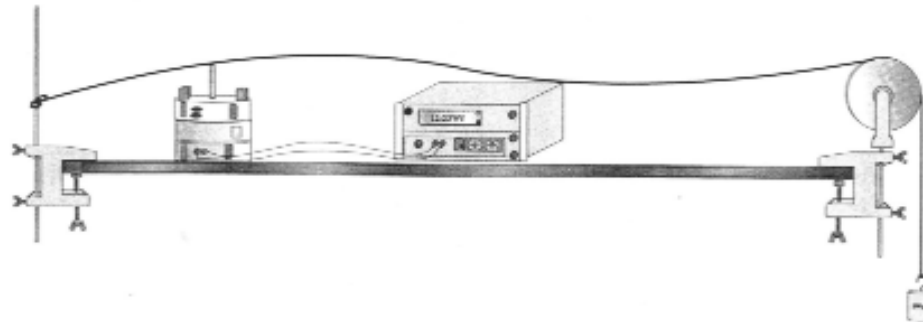

Figura 2. Dispositivo experimental
3. El extremo libre del resorte hazlo pasar por encima del gancho de la varilla y cuelga en él la pesa, así, la “cuerda” tendrá una tensión constante, lo cual te permitirá ver las ondas estacionarias, figura 2. Otra manera de lograr el mismo propósito, sería amarrando el resorte a la varilla fija del soporte universal dándole cierta tensión.